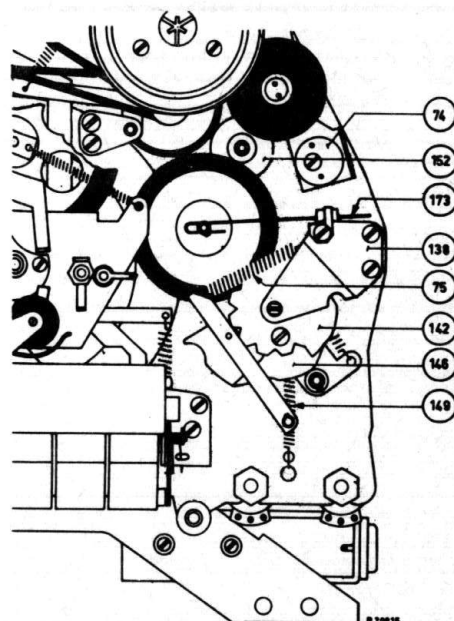

Fig. 53
Zet de drie schroeven, die plaat 138 op het chassis bevestigen, zó vast, dat deze plaat slechts moeilijk te verschuiven is, zie fig. 53. Leg de metalen afdekplaat op het apparaat en schroef deze zó vast, dat de 5 schroeven allen precies midden in het gat in deze afdekplaat zitten.
- Verwijder de sierkap en de afdekplaat en zet de drie schroeven, die plaat 138 bevestigen stevig vast, zonder de as van schakelnok 146 te verschuiven. Schroef de twee schroeven, die arrêtplaat 142 op schakelnok 146 bevestigen een slag los, zie fig. 53.